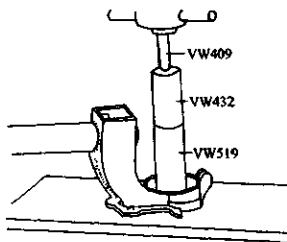

图 3-155 压出车轮轴承
4) 拆下两侧弹簧挡圈, 压出车轮轴承, 如图 3-155 所示。